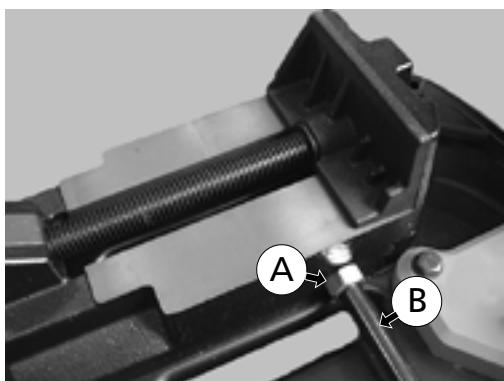

Fig. 28
Pour installer la barre de butée sur la scie à ruban, visser la barre (B) sur l'étau puis serrer la vis (A) (fig. 28)
Éléments de la fig. 28